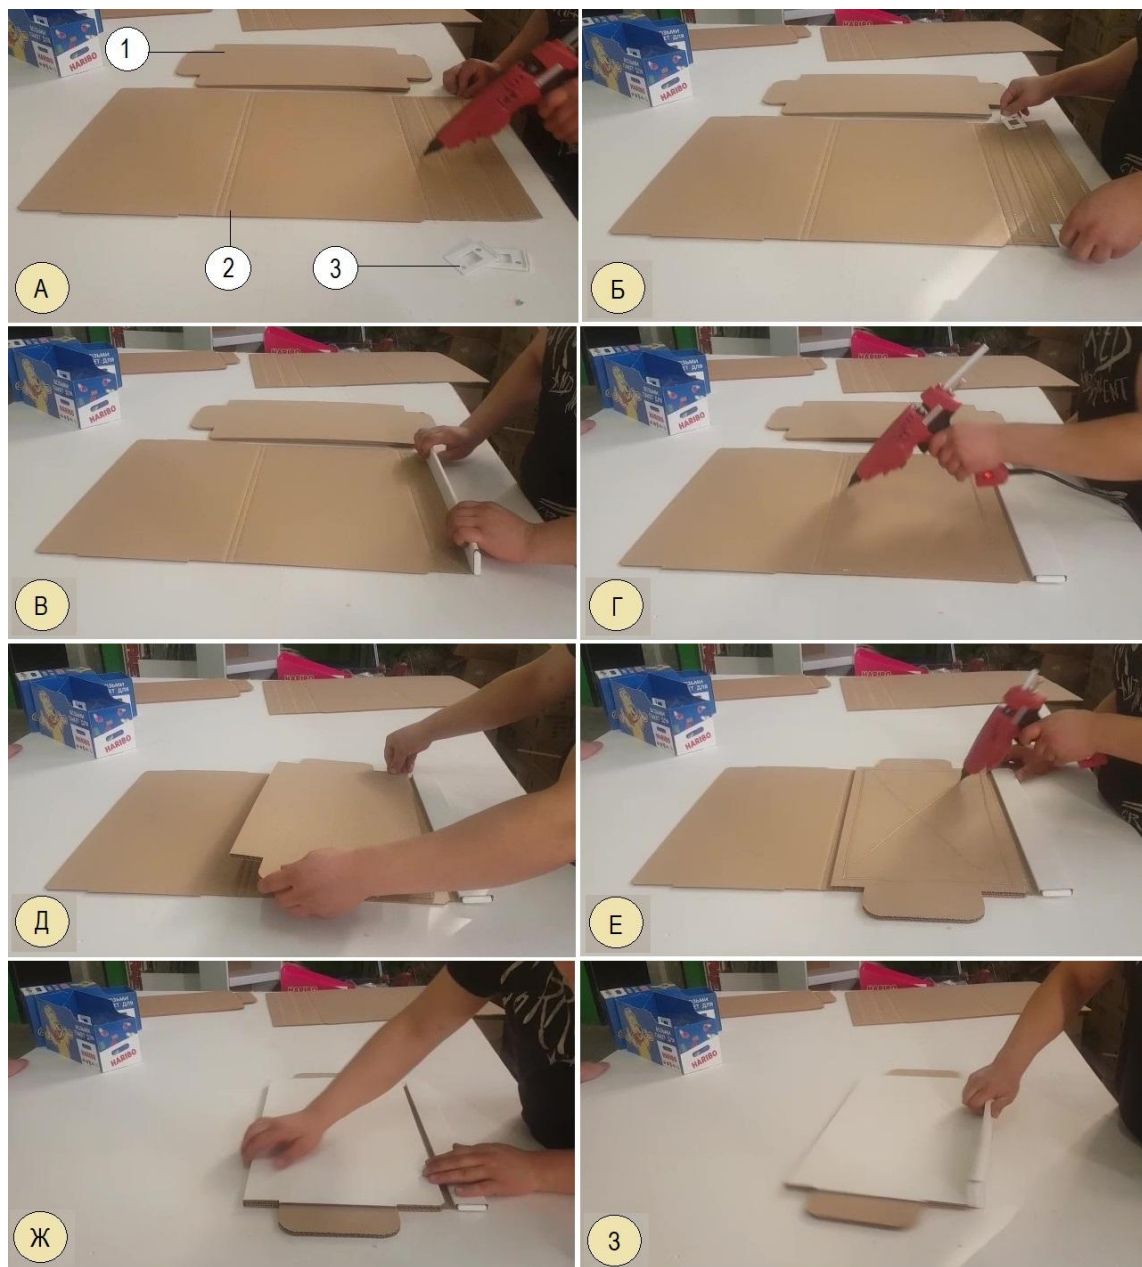
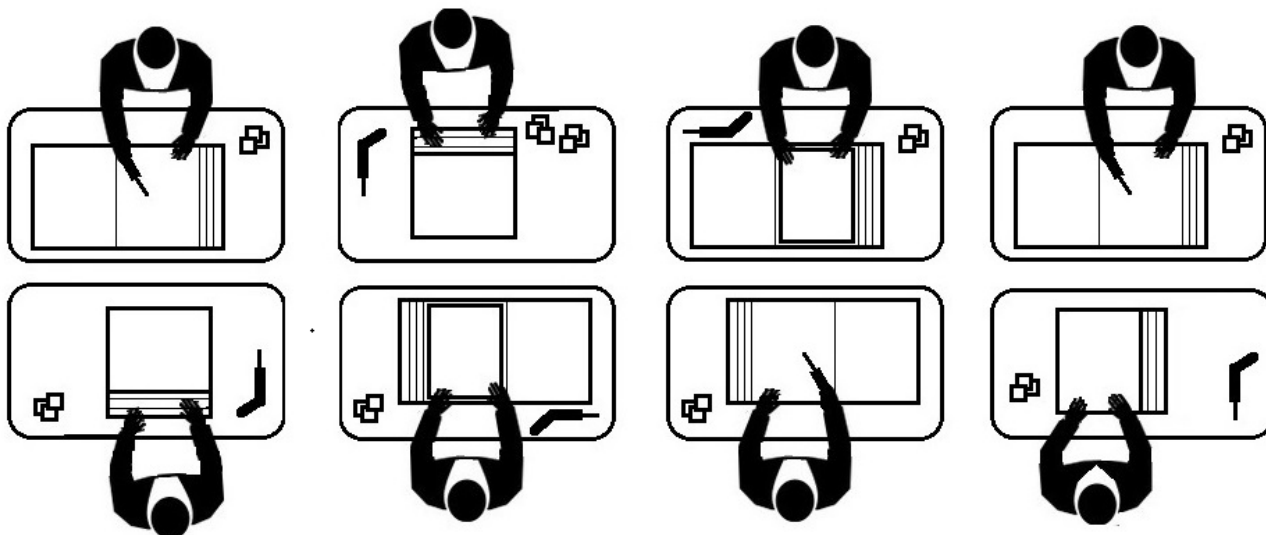

Рис.1 Ручная сборка изделия
Рис.2- А.Участок сборки до модернизации. 8 человек.
Изделие собирается из трех основных элементов: картонная обечайка – см.поз.2 на Рис.1-А, картонный усилитель – см.поз.1 на Рис.1-А, пластиковая фурнитура – см.поз.3 на Рис.1-А.
- нанесения клея на обечайку для склейки малой полки изделия – см.Рис.1-А,
- установка фурнитуры и складывание малой полки изделия– см.Рис.1-Б,В,
- нанесения клея на обечайку для вклейки картонного усилителя – см.Рис.1-Г,
- вклейка картонного усилителя – см.Рис.1-Д,
- нанесения клея на поверхность картонного усилителя для склейки большой полки изделия– см.Рис.1-Е,
- склейка большой полки изделия – см.Рис.1-Ж.
При такой ручной сборке изделий выработка одним работником составляет не более 600 изделий за одну 12-часовую смену. Для изготовления ежемесячной партии изделий в требуемый договорной срок на участке сборки приходится держать не менее 8 работников для сборки конкретного изделия – см.Рис.2-А.
Для решения задачи Покупателя компанией ЮВИГРАФ предложена координатная клеевая машина СN-GLUER с рабочим полем 1000х1400 мм и трехпозиционным сервоприводным конвейером с вакуумной транспортной лентой – см.Рис.2-Б. Ширина прохода конвейера составляет 1500 мм для возможности работы в два потока с изделиями максимального формата.
- один работник укладывает по две картонные обечайки на конвейер, позиционируя их по специальным угловым упорам – см. поз. I Рис.2-Б,
- далее две обечайки подаются конвейером в зону нанесения клея клеевой машиной СN-GLUER, оснащенной двумя клеевыми головками, что позволяет синхронно наносить клей на две обечайки одновременно. Клей для сборки одного изделия наносится на каждую обечайку не в три приема, как ранее в случае ручной сборки (см.Рис.1-А,Г,Е), а сразу за один цикл,
- после клеевой машины СN-GLUER две обечайки с нанесенным на них по требуемому контуру клеем подаются конвейером в третью позицию, где прямо на конвейере два работника слева и справа – см.поз. II Рис.2-Б,
накладывают картонный усилитель на обечайку и выполняют складывание большой полки изделия. Т.е. в данной позиции выполняются операции по сборке изделия Д и Ж, Рис.1.,
-при следующем шаге движения конвейера два полусобранных изделия выводятся на приемный стол, где два работника (см.Рис.2-Б, поз.III) выполняют окончательную сборку изделий – операции Б и В, Рис.1.
Рис.2-Б.Модернизация участка сборки. Установлена конвейерная автоматизированная двух-поточная клеевая линия. Персонал 5 человек. Общая выработка 8000 изделий за 12-часовую смену